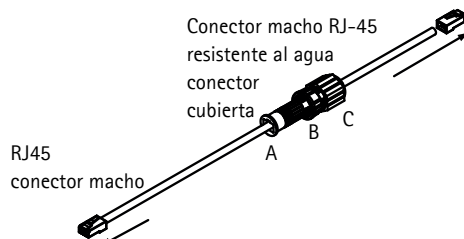

Fig. 3
3. Inserte la cubierta de conectores resistente al agua del conector macho (A, B y C) en el cable de Ethernet. Vea la Fig. 3.
5. Inserte el taco (A) en el conector macho RJ-45, conectado a DATA IN (entrada de datos). Vea la Fig. 3.
6. Inserte el alojamiento (B) en el taco y atornille (apriete únicamente a mano). Vea la Fig. 3.
7. Inserte la cubierta (C) en el conector y atornille (apriete únicamente a mano). Vea la Fig. 3.